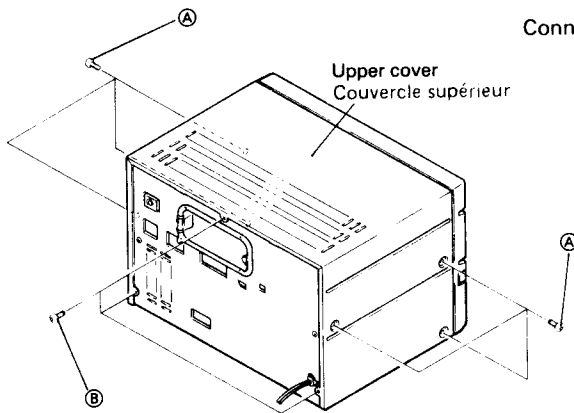

Fig. 1
1. Removing the Upper Cover (Fig. 1)
1. Retrait du couvercle supérieur (Fig. 1)